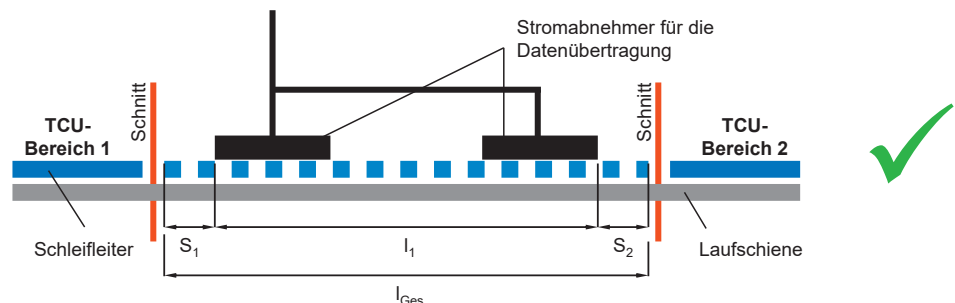

Abb. 8: Richtige Ausführung TCU-Bereichsübergang
- Führen Sie dazu zwei Trennschnitte (wie in Abb. 8 dargestellt) aus.